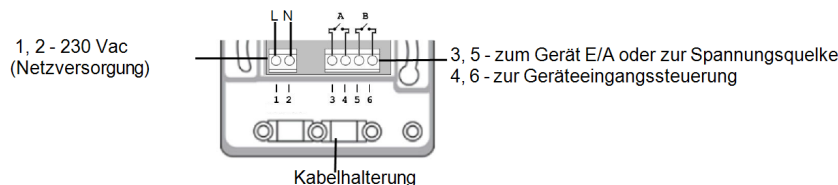
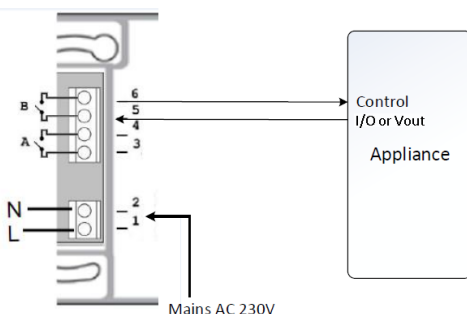
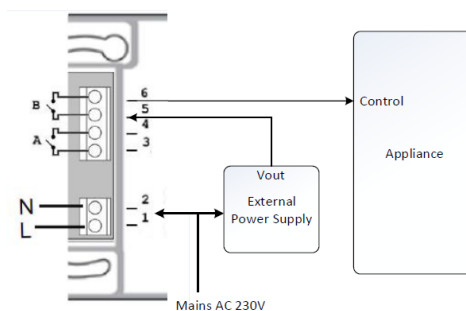

Abbildung 4: Potenzialfreier Kontaktschalter Anschlüsse
Abbildung 5: Anschluss an ein Gerät mit interner Spannungsquelle (V aus)
Abbildung 6: Anschluss an ein Gerät mit externer Spannungsquelle
Die Lastleitungen an die Klemmleisten anschließen (siehe *Abbildung 4*, *Abbildung 5* und *Abbildung 6*):
- Potenzialfreier Kontakt – Anschlüsse 3 und 5 dienen zum Anschluss der Schalt-/Steuerspannung, maximal 250 V/13 A. Achten Sie auf die jeweiligen Vorgaben des Geräteherstellers, des Gerätes das mit dem Schaltkontakt gesteuert/geschaltet werden soll (siehe *Abbildung 5*).
- Anschluss Geräte – Anschlüsse 4/6 dienen zum Anschluss des zu schaltenden/steuernden Gerätes. Die Schalt-/Steuersignale von Kontakt 3/5 werden entsprechend der Programmierung und Steuerbefehlen auf die Kontakte 4/6 ausgegeben. Achten Sie auf die jeweiligen Vorgaben des Geräteherstellers, des Gerätes das mit dem Schaltkontakt gesteuert/geschaltet werden soll (siehe *Abbildung 6*).